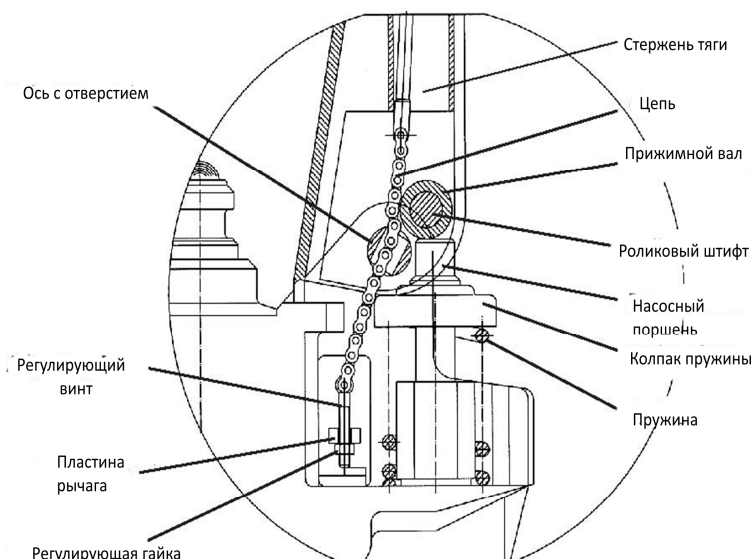
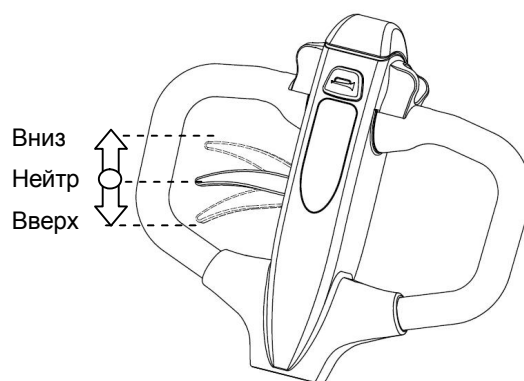

Рис. 7: Боковая проекция
Рис. 8: Рукоятъ SPT 15
- Установить контрольный рычаг рукояти в нижнее положение, затем пропустить регулирующие гайку и винт через отверстие оси (рис. 7).
д) Установить контрольный рычаг (рис. 8) ручки в положение 'ВВЕРХ', затем поднять пластину рычага и вставить регулирующий винт в переднее отверстие пластины рычага. Примечание: крепить гайку под пластиной рычага. (рис. 7)
Многофункциональную рукоятъ управления SPT 15 можно переключать в 3 положения (рис. 8), которые осуществляют:
Если необходимо, можно отрегулировать рычаг, выполняя следующие действия (рис. 7):